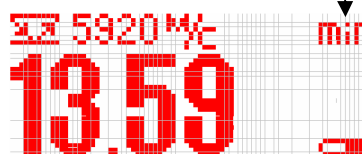

Рис.4
3.3.2 Метка “Минимум”. Отображаемый на индикаторе вид метки для разных исполнений приводится на рис.3 и рис.4 (В исполнении Булат-5 и Булат-5У дополнительно обозначается на шильде над индикатором в виде сокращения MIN)